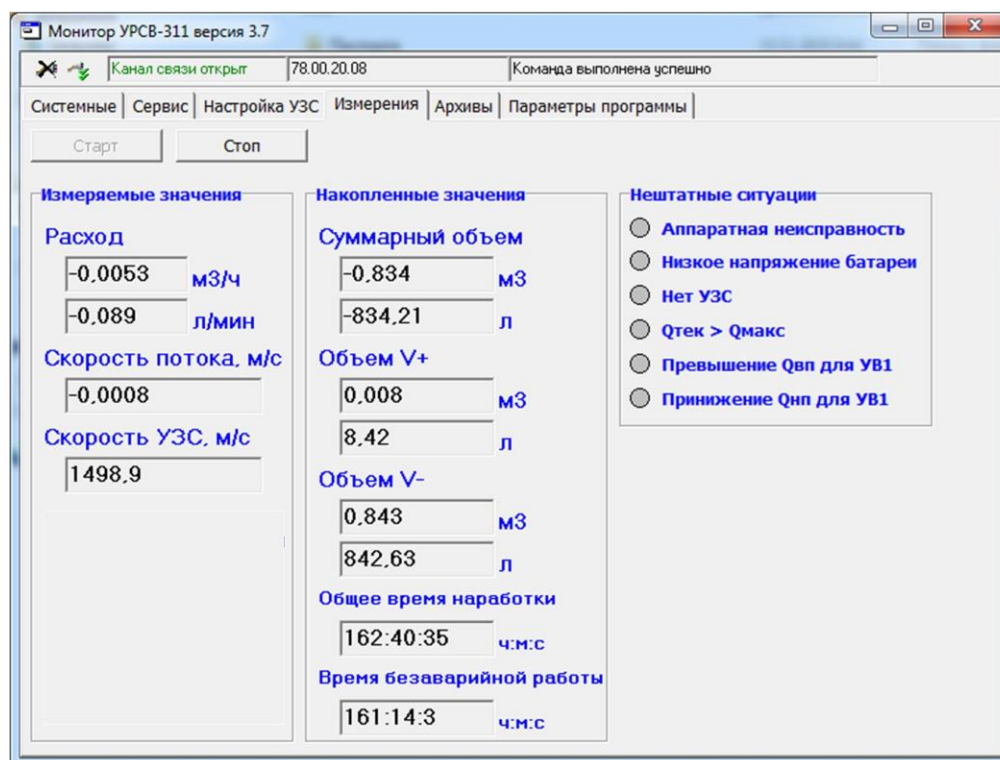

Рис.12. Вид вкладки «Измерения».
4.1.4. На вкладке **Измерения** (рис.12) после нажатия на кнопку **<Старт>** возможен просмотр текущих значений измеряемых параметров.
Текущее состояние расходомера (наличие / отсутствие нештатных ситуаций) индицируется на вкладке **Измерения** в поле **Нештатные ситуации** (рис.12).